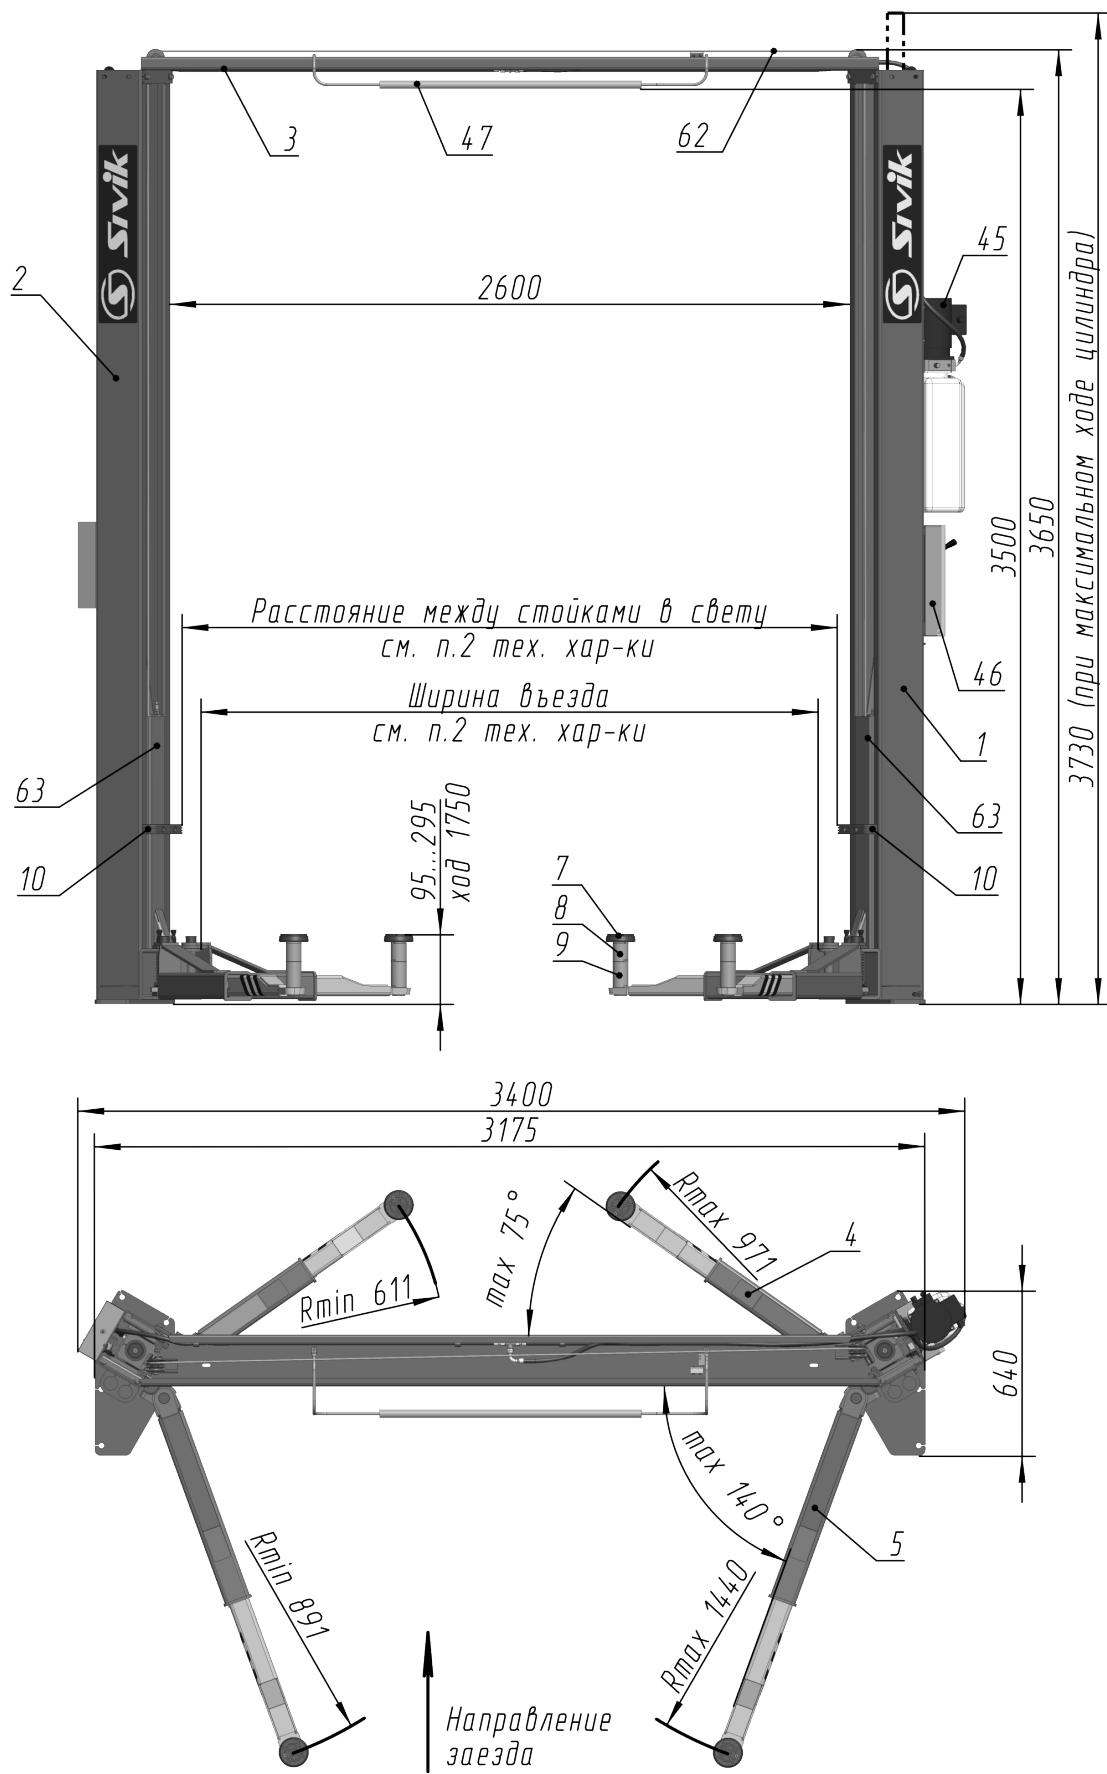
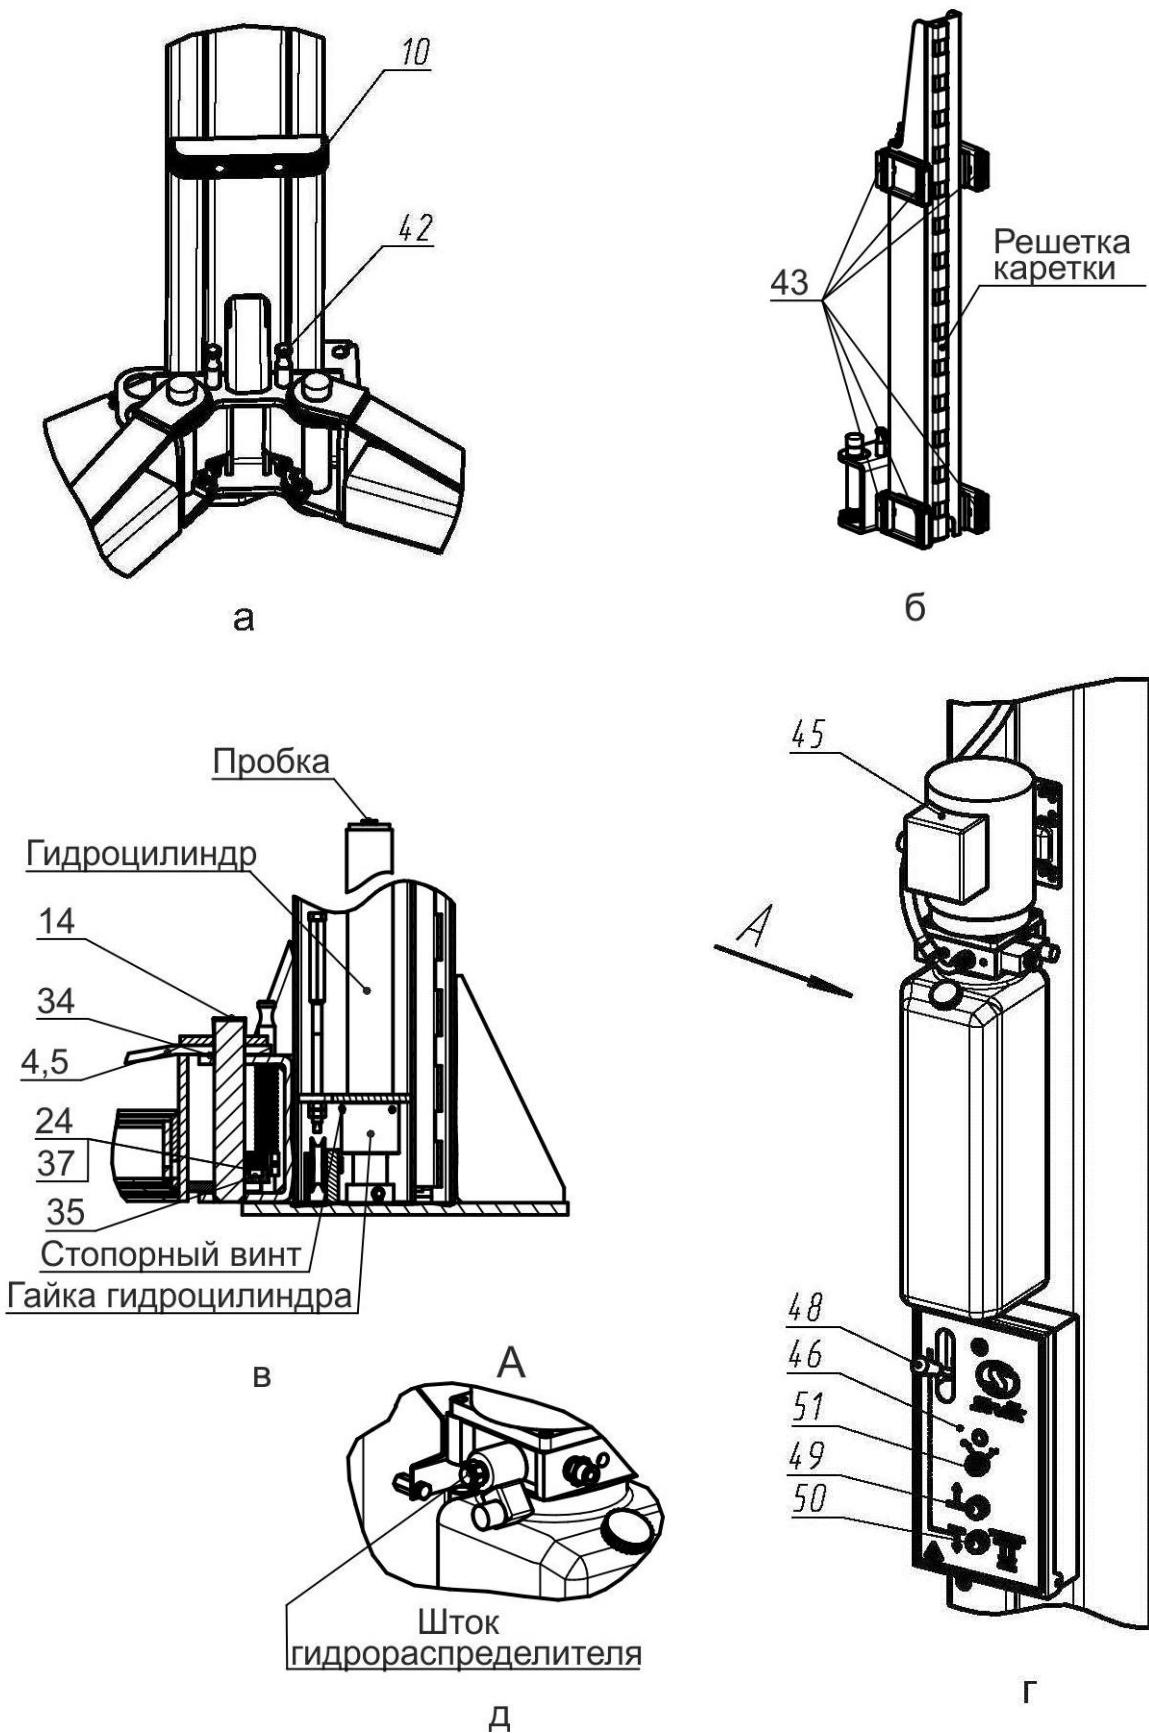

Рисунок 3.1 - Общий вид подъемника
Рисунок 4.1 – Виды подъемника
Подъемник (рисунок 3.1) состоит из двух стоек коробчатого сечения - правой 1 и левой 2, соединенных между собой перекладиной 3. В стойках размещены каретки 63 с закрепленными на них поворотными телескопическими подхватами 4 и 5 разной длины. На концах подхватов 4, 5 установлены опоры 7, подставки опоры 8, 9. Подхваты фиксируются стопорными устройствами 42 (рисунок 4.1 а), автоматически срабатывающими при подъеме автомобиля. При опускании кареток 63 в крайнее нижнее положение происходит автоматическое расстопорение подхватов 4 и 5. Каретки 63 приводятся в движение гидравлическими цилиндрами, установленными внутри стоек. Подъемник снабжен системой 62 тросовой синхронизации движения кареток 63.
Каждая каретка 63 (рисунок 4.1 б) снабжена полиамидными ползунами 43, скользящими по беговым дорожкам стоек 1 и 2. Каретки фиксируются на требуемой высоте стопорами-защелками 44 (рисунок 3.1), закрепленными на стойках 1,2 и входящими в зацепление с решетками на каретках 63.
На правой стойке (рисунок 4.1 г) размещена насосная станция 45 с пультом управления 46. Внутри насосной станции 45 находится клапан предохранительный, предотвращающий перегрузку в гидросистеме. Клапан предохранительный настроен на заданное давление и опломбирован.
- касании автомобилем ограничительной дуги 47 перекладины 3 (рисунок 3.1);
Для предотвращения повреждения дверей автомобиля (при открывании) на каретки 63 установлены накладки 10, фиксируемые винтами М8x30, шайбами 8Г и шайбами 8 (рисунок 3.1 и рисунок 4.1 а).
Управление подъемником осуществляется рычагом 48 (рисунок 4.1 г) и двумя кнопками 49 и 50, установленными в пульте управления 46. Рычагом 48 осуществляется расстопорения кареток 63, а кнопками 49 и 50, подъем (кнопка 49) и опускание (кнопка 50) кареток 63.
ВНИМАНИЕ! Перед сборкой проверить затяжку гаек гидроцилиндров и стопорных винтов (рисунок 4.1в).
Для того чтобы проверить срабатывание упругой тяги 55, необходимо одному человеку прижать рукой защелку 44 к стойке 2, а другому повернуть рычаг 48 (рисунок 4.1 г) на себя. Упругая тяга 55 должна вытянуться на полный ход штока 30.
При повороте рычага 48 (рисунок 4.1 г) защелки на левой и правой стойки должны срабатывать одновременно. При отпусканье рычага 48, защелки на левой и правой стойке должны вернуться в исходное положение. Регулировка проводится выборкой слабины тросика 52 и обжатием петли от вытягивания зажимом 13.
6.9 Открутить пробку бака насосной станции 45 и залить масло (около 12 л) до верхней метки «MAX» (рисунок 4.1г). Уровень масла контролировать визуально. Установить пробку бака на место.
- кратковременным нажатием на кнопку 49 (двигатель должен работать, вращение крыльчатки по стрелке на кожухе эл. двигателя, а из бака должно убывать масло, рисунок 4.1г).
- отвернуть пробки у каждого гидроцилиндра на один оборот (рисунок 4.1в)
6.13 Подхваты 4 и 5 установить согласно маркировки, предварительно одев шайбу 34 на ось каретки, как представлена на рисунке 4.1а и зафиксировать секторами 40 к подхватам 4 (рисунок 4.1в). Сектора фиксировать винтами 24 и шайбами 37. Допускается разно-высотность подхватов до 10 мм. Убедитесь, что подхваты фиксируются стопорными устройствами 42.